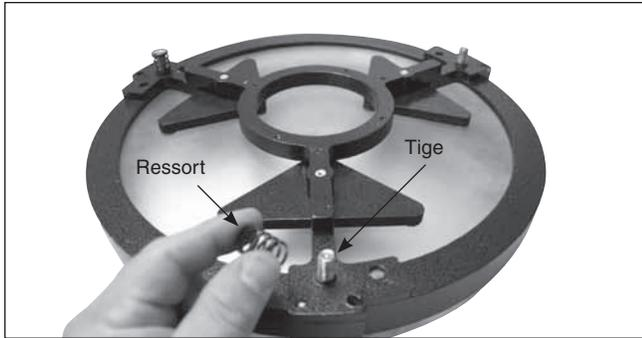
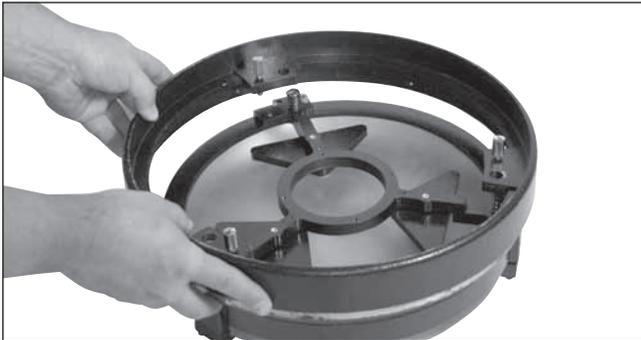

Figure 13. Placez les trois ressorts sur les extrémités des tiges filetées de la cellule du miroir.
Figure 14. Placez la bague d'extrémité arrière sur la cellule du miroir de manière à ce que les tiges filetées la traverse et qu'elle repose sur les ressorts.
2. Ensuite, fixez la bague d'extrémité sur la cellule du miroir principal. Trouvez une surface propre et plate et tournez la cellule de manière à ce que le miroir soit orienté vers le bas. Positionnez les trois ressorts sur les trois tiges filetées apparentes (**figure 13**). Placez la bague d'extrémité sur la cellule du miroir de manière à ce que les tiges filetées la traversent et qu'elle repose sur les ressorts (**figure 14**). Ajoutez une rondelle en nylon à chaque bouton de collimation et les vissez sur les tiges filetées à travers la bague d'extrémité (**figure 15**). Assurez-vous que les boutons sont engagés d'au moins trois tours complets sur les tiges. La cellule du miroir est désormais prête à être installée sur la section inférieure du tube.